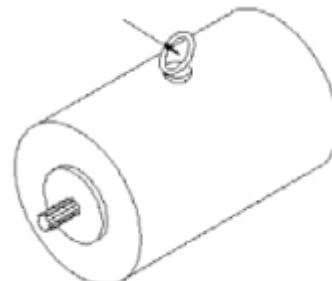

Рис. 2-77
(5) Места подъема тягового двигателя (Рис. 2-77)